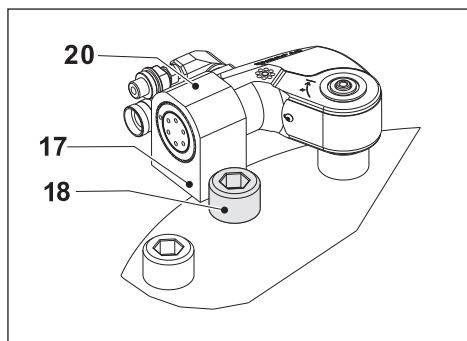
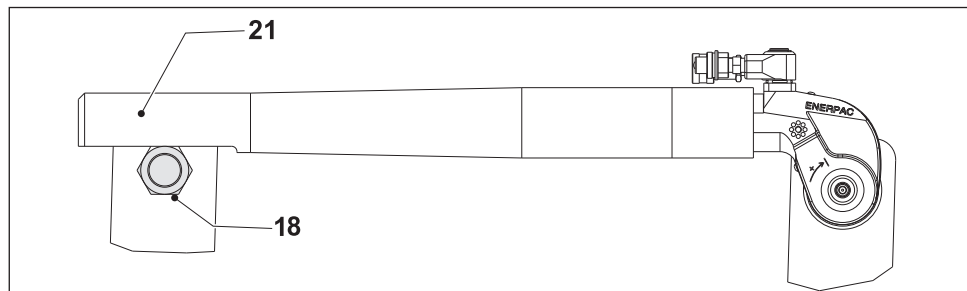

Fig. 11
Fig. 12
4.3.3 Utilisation d'un bras de réaction court (fig. 11)
- Positionner le pied (17) du bras de réaction court de la série SRA (20) contre un point de réaction approprié (18). Ce point de réaction offrira un contrepoint à la force produite par l'utilisation de l'outil.
4.3.4 Utilisation d'un tube rallonge de réaction (fig. 12)
- Positionner le tube rallonge de réaction de la série RTE (21) contre un point de réaction approprié (18). Ce point de